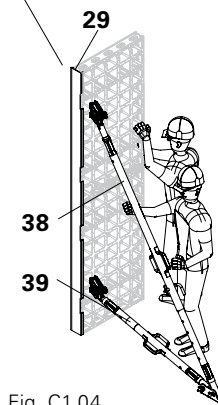

Fig. C1.04
4. Fissare i puntelli di stabilizzazione (38) e i bracci (39) agli attacchi per puntelli DUO (27) già preassemblati. Connettere i puntelli e i bracci alla piastra base; fissare la piastra con la vite di ancoraggio. (Fig. C1.04)